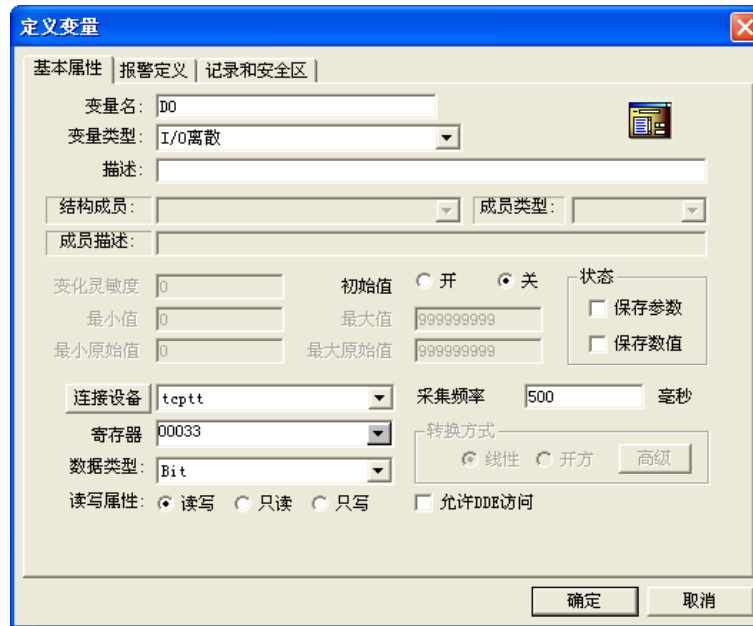

图 B-3-13
(6) 如图 B-3-13, 变量类型选择 I/O 离散型, 寄存器 00033 对应 PLC 输入区第 33 个位 (即上面组态的%IX8.0)。